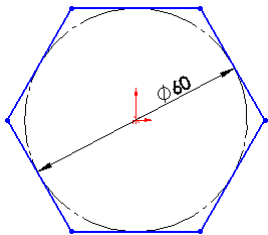

图 4-8 绘制的草图
**02** 绘制草图。在菜单栏中选择“工具”→“草图绘制实体”→“多边形”命令，以原点为圆心绘制一个多边形并标注尺寸，结果如图 4-8 所示。